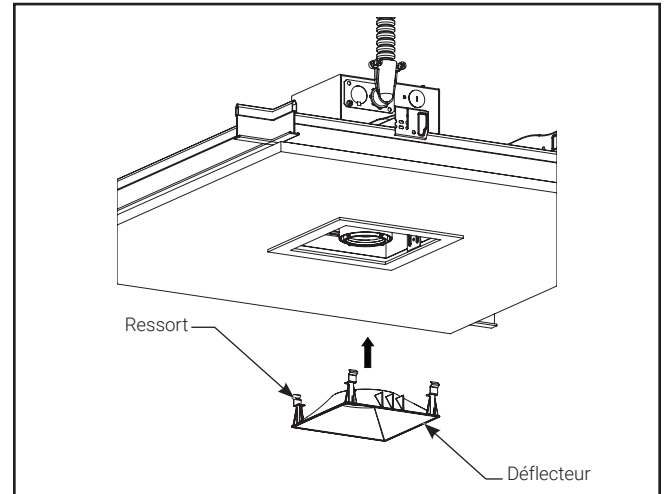

Figure 12.
8. Installez le déflecteur dans le boîtier. Poussez le déflecteur vers le haut à travers la garniture pendant l'installation, poussez les ressorts vers l'intérieur et poussez le déflecteur vers le haut (Figure 12).